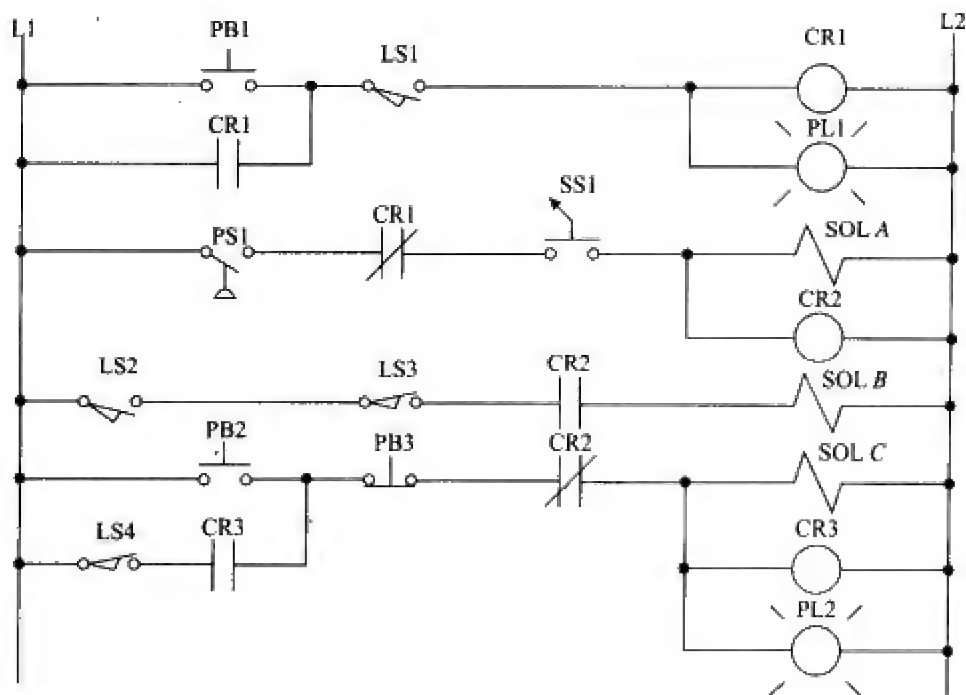

图 5-49
- a. 用限位开关的一个常开 (NO) 触点连接 PLC 输入模块。
- b. 用限位开关的一个常闭 (NC) 触点连接 PLC 输入模块。
4. 如要用 PLC 编程实现图 5-49 所示的硬接线电路，确定：